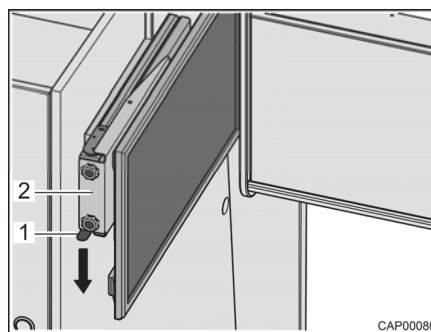

Bild 94 Utdrag med platt bildskärm
- Tryck låsfjädersnålen (Bild 94,1) nedåt och dra ut utdraget (Bild 94,2) med den platta bildskärmen vågrätt i riktning mot fordonets mitt.
- Skjut in utdraget (Bild 94,2) med den platta bildskärmen vågrätt fram till anslaget. Låsfjädern (Bild 94,1) hakar fast hörbart.